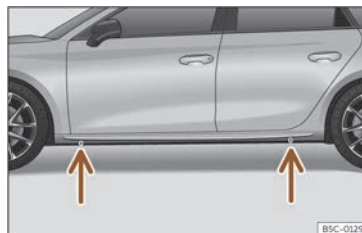

Fig. 43 Points de prise du cric.
- Recherchez sur le bas de caisse la marque du point d'appui du cric (zone renforcée) le plus proche de la roue à changer»» fig. 43 .